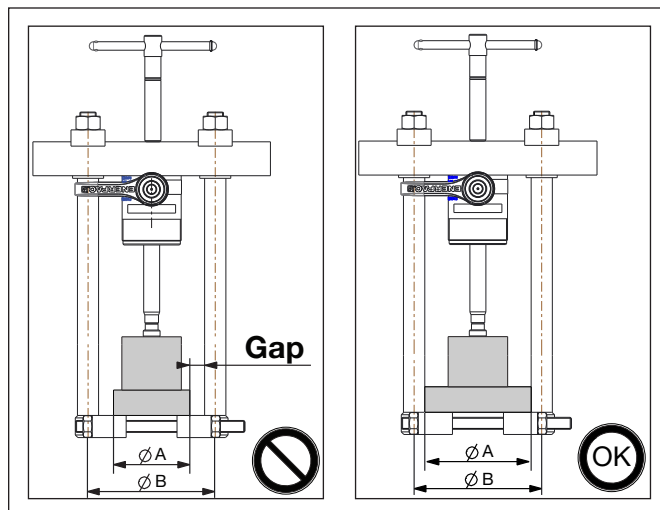

図11: ベアリングセパレーター曲がりの防止
**NOTICE** クロスベアリングプーラーのレッグと作業片本体の間にすき間を残さないでください。ベアリングセパレーターに損傷を与える可能性があります(図11を参照)。